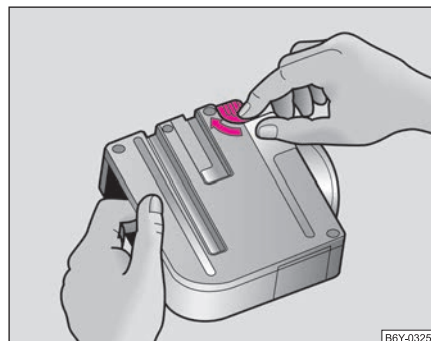

Fig. 131 Scoaterea CD-urilor
- Rotiți maneta de eliberare în sensul săgeții ⇒ fig. 131.